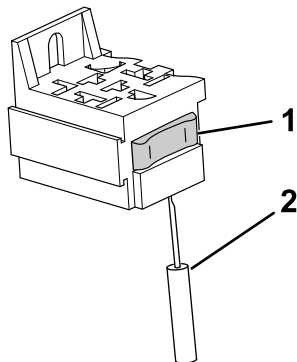

Figura 3
5. Utilice una herramienta para la retirada de terminales para retirar el bloqueo secundario del conector (Figura 3).
3. Instale el bloqueo secundario en el conector (Figura 3).